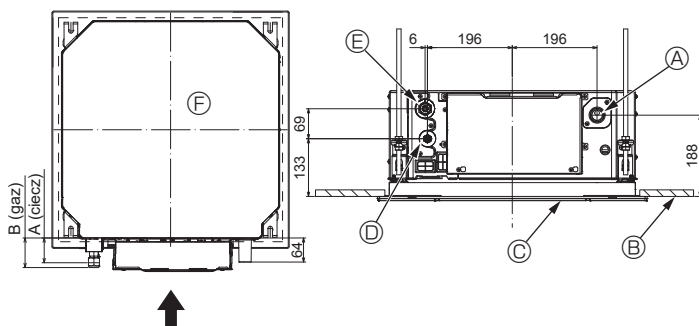

Fig. 5-7
5.4. Rozmieszczenie orurowania czynnika chłodniczego i spustowego (Fig. 5-7)